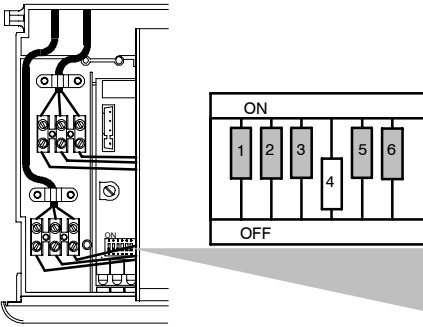

fig. 9.20
- 2 Togliere alimentazione elettrica alla caldaia, settare i DIP switch della scheda come rappresentato in fig. 9.20